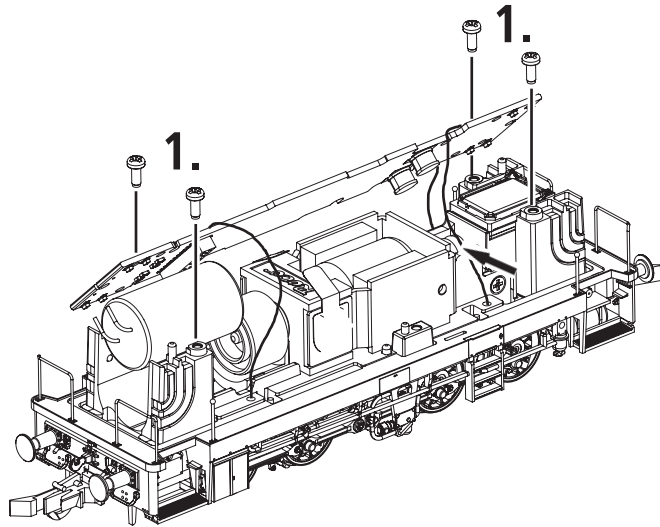

Fig. 7
3. Haftreifenwechsel: Zuerst das Gehäuse abnehmen (Fig. 3). Dann die Kurbelzapfen herausziehen (Fig. 7). Danach die **Haftreifen** mit einer Nadel od. mit einem feinen Schraubendreher abziehen (Fig. 7). Beim Aufziehen der neuen Haftreifen darauf achten, dass diese sich nicht verdrehen.
3. Change of traction tyre: Remove the body (fig. 3). Then pull out crank shaft pin (fig. 7). Take out **wheel set** and remove **traction tyre** using a pin or a fine screwdriver (fig. 7). When pressing on the new traction tyre please **avoid twisting it**.
3. Échange des bandages d'adhérence: Démontez la caisse (voir fig. 3). Retirez le pivot de manivelle (fig. 7). Délogez ensuite les essieux bandagés et enlevez, à l'aide d'une aiguille ou d'un tourne-vis fin, les bandages d'adhérence (fig. 7). Lors du montage des nouveaux bandages veuillez veiller à ce que les bandages **ne soient pas tor-dues**.